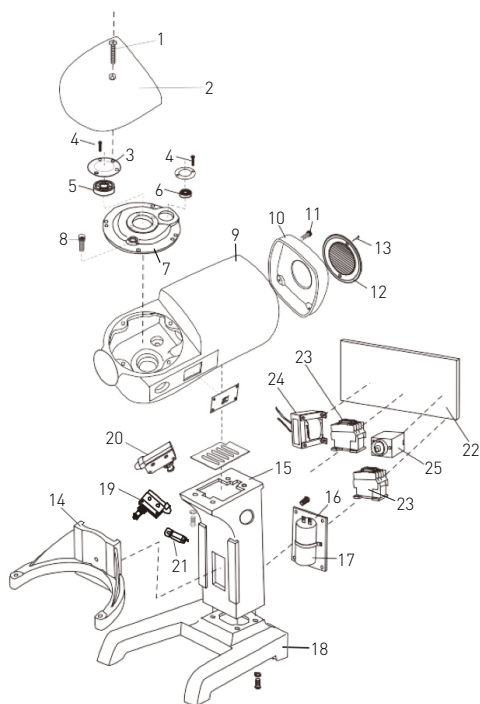

Figura 1: Sistemul de transmisie prin angrenaj de la partea superioară, suportul vasului și cadrul
- Sistemul de transmisie prin angrenaj de la partea superioară, suportul vasului și cadrul (Figura 1);